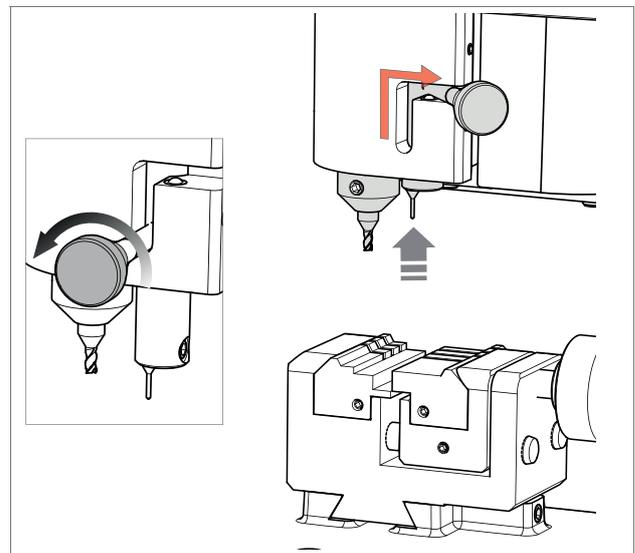

Fig. 57
- **EXCLUSIÓN DEL PALPADOR 01T (Fig. 57)**
**NOTA: para las operaciones de cifrado y/o decodificación con el palpador 02T, el palpador 01T debe estar en posición de reposo (Fig. 57). SUSTITUIR EL PALPADOR 02T CON LA FRESA INDICADA POR EL SW ANTES DE CORTAR UNA LLAVE.**